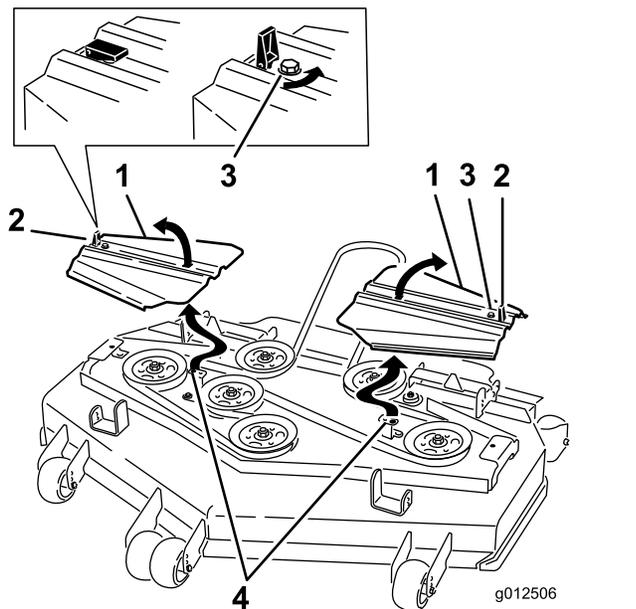

Figura 91
14. Montate i copricinghia inserendo le linguette nelle fessure. Montate il coperchio e chiudete i fermi (Figura 91).